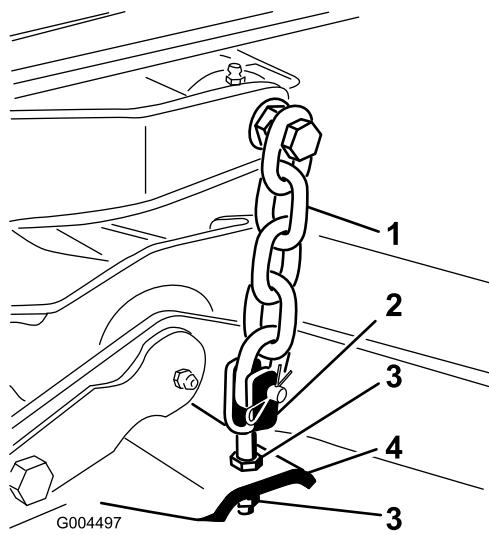

Figura 79
- Ajuste as porcas de segurança que prendem as forquilhas/correntes da plataforma traseira para elevar a traseira da plataforma de forma a que a inclinação da lâmina fique definida para 8 mm (Figura 79).